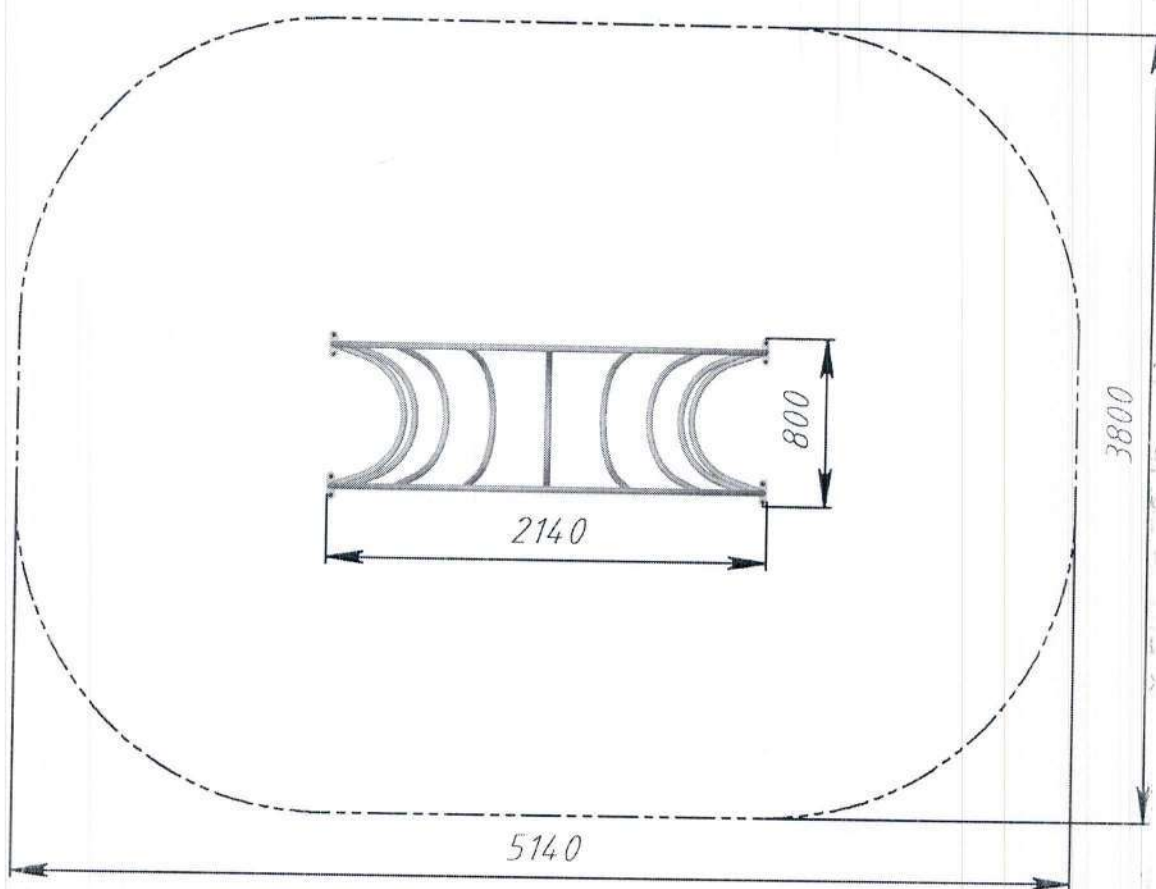

Рис.2 Безопасная зона приземления Лианы РТР 043
12.4. Монтаж Лианы проводится на ровной площадке, свободной от насаждений. Размер площадки должен обеспечить безопасную зону приземления вокруг Лианы в соответствии с рис. 2.